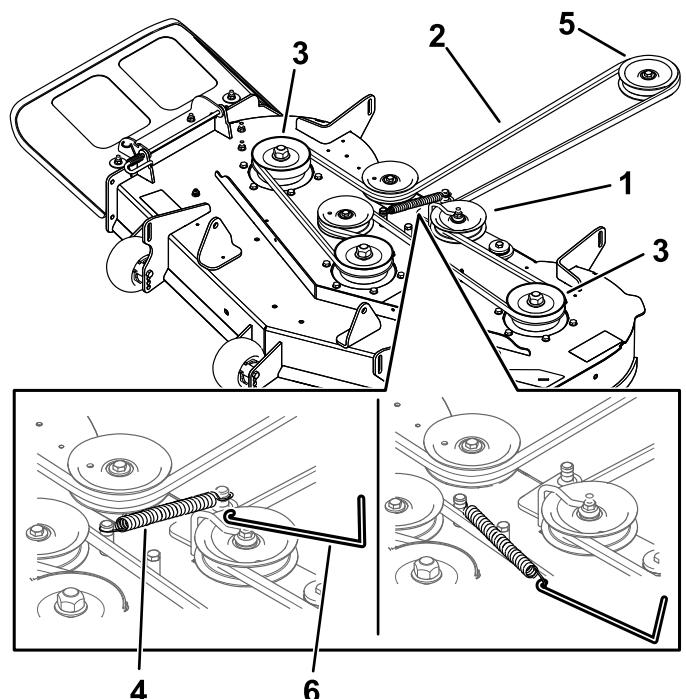

Bild 62
7. Entfernen Sie die Spannscheibenfeder mit einem Werkzeug zur Federentfernung (Toro Bestellnummer 92-5771) vom Mähwerkhhaken, um die Spannung von der Spannscheibe zu nehmen, und rollen Sie den Riemen von den Spannscheiben (Bild 62).
8. Verlegen Sie den neuen Riemen um die Motor- und Mähwerkriemenscheiben (Bild 62).
9. Setzen Sie die Spannscheibenfeder mit einem Werkzeug zur Federentfernung (Toro Bestellnummer 92-5771) auf den Mähwerkhhaken, um die Spannscheibe und den Mähwerkriemen zu spannen (Bild 62).